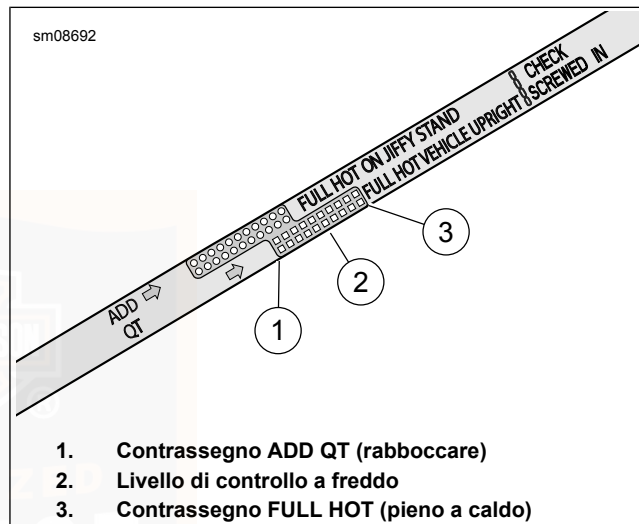

Figura 62. Astina di livello dell'olio motore (lato VEHICLE UPRIGHT)
- e. Vedere Figura 62. Controllare il livello dell'olio. Il corretto livello dell'olio a freddo si trova a metà (2) fra i contrassegni ADD QT (rabboccare) (1) e FULL HOT (pieno a caldo) (3) sull'astina di livello.
5. Controllare il livello dell'olio. Aggiungere una quantità di olio sufficiente perché il livello sia a metà tra ADD QT (1) (rabboccare) e FULL HOT (pieno a caldo) (3).
- e. Vedere Figura 62. Controllare il livello dell'olio. Il livello dell'olio deve vedersi tra i contrassegni ADD QT e FULL HOT sull'astina di livello.